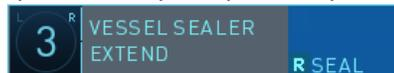

Figura 2.10 Pedal de selagem pressionado
2. Mantendo o controle manual completamente fechado, pressione e mantenha pressionado o pedal azul associado para selar. O visualizador 3D mostra que o pedal de selagem está pressionado, destacando a área de status da ativação do instrumento (Figura 2.10). Continue a pressionar o pedal para completar o ciclo de selagem.